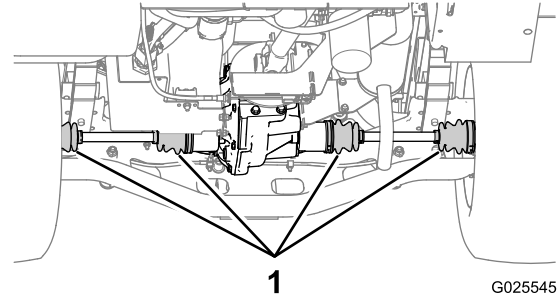

Figura 76
2. Controllate che i cappucci di velocità costante (CV) sugli assali posteriori non siano danneggiati e non perdano lubrificante (Figura 76).